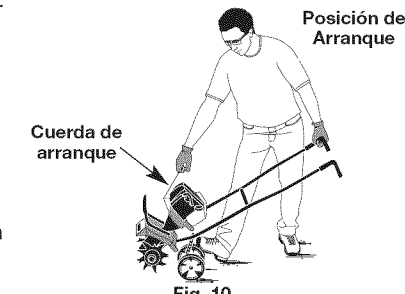

Fig. 10
ADVERTENCIA: Evite los arranques accidentales. Colóquese en posición de inicio cuando tire de la cuerda de arranque (Fig. 10). El operador y la unidad deben estar en una posición estable al arrancar la unidad para evitar graves lesiones personales.
4. Sostenga el manillar con una mano y asga la cuerda del arrancador con la otra mano, no exprima el control de válvula reguladora (Fig. 10). Usando un pie para mantener al cultivador, tire de la cuerda del arrancador 5 veces.